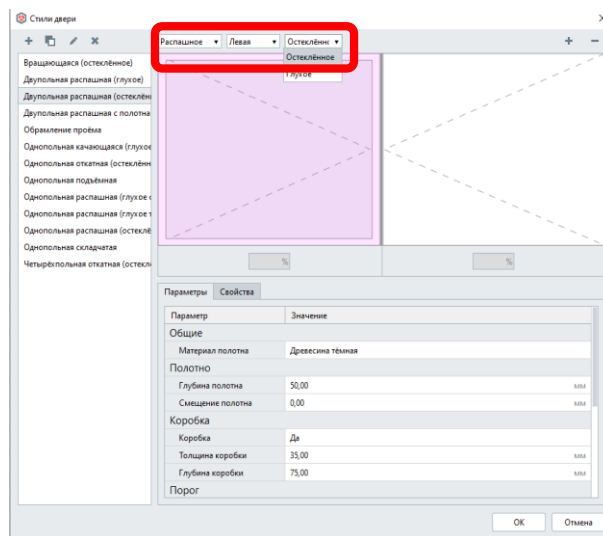

Рис. 2 Создание собственного стиля двери
**распашная (глухое)** и дублируем данный стиль . Называем новый стиль **Двупольная распашная (остеклённое)**. Далее щелкаем по левому полотну и выставляем следующие параметры (рис. 2). Для правого полотна делаем тоже самое, только меняем «левая» на «правая»